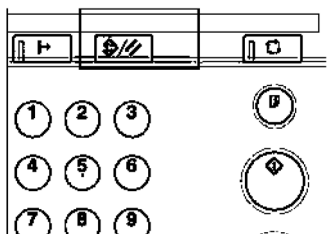
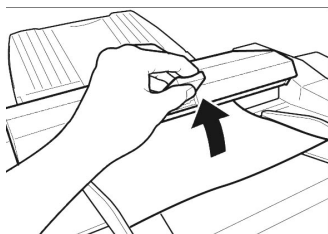

图 5-45 【消除模式/清除】键位置
图 5-46 打开送稿器盖
③ 消除故障时，请勿关闭主电源开关；否则，将会消除原有的印刷设置。
④ 消除故障后，可按【消除模式/清除】键使错误指示灯复位，其位置如图 5-45 所示。
(2) 解决卡纸故障。
① 当“
- 打开送稿器盖，如图 5-46 所示；